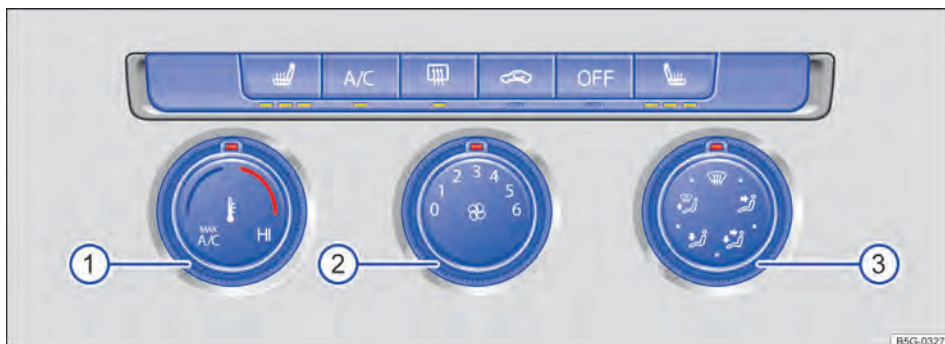
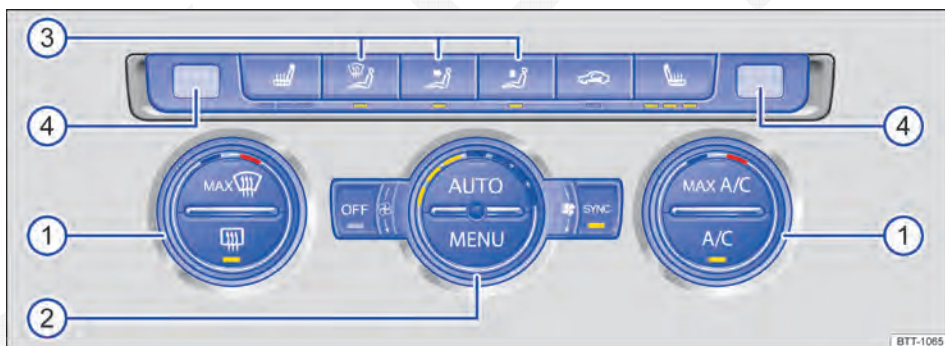

Fig. 168 Na parte superior do console central: comandos do ar-condicionado (manual).
Fig. 169 Na parte superior do console central: comandos do Climatronic.
Botão, regulador	Informações complementares do ar-condicionado (manual) ⇒ Fig. 168 e do Climatronic ⇒ Fig. 169.
Botão, regulador	Informações complementares do ar-condicionado (manual) ⇒ Fig. 168 e do Climatronic ⇒ Fig. 169 .
- Pressionar o botão **MENU** ⇒ Fig. 169.